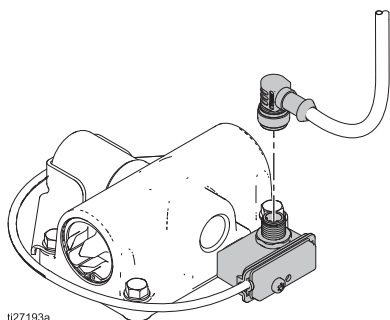

図 .2. データトラックの切り離し
1. リードスイッチアセンブリからケーブルのネジを外します。図 .2 を参照のこと。